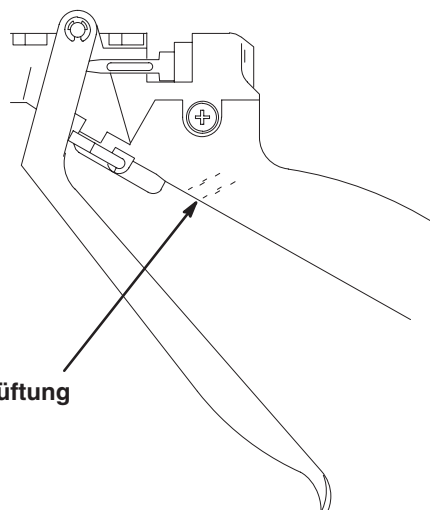

Abb. 3
7. Abb. 3. Von Zeit zu Zeit prüfen, ob sich Spritzmaterial an der Entlüftungsöffnung des Pistolengriffs ansammelt; dies könnte auf eine undichte Stellen im Inneren hindeuten. Bei Bedarf Materialrohr und O-Ring warten.